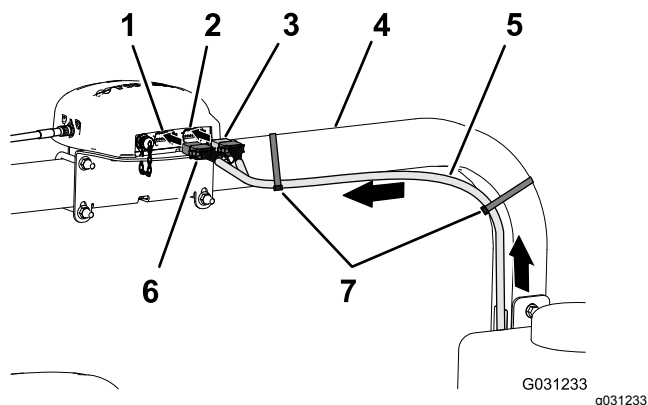

Рисунок 158
разъем (черный) были направлены вверх, в сторону навигационного приемника (Рисунок 158).
- Прикрепите ответвление длиной 390 см жгута проводов передачи данных к правой трубе конструкции ROPS с помощью 2 кабельных стяжек, как показано на Рисунок 158.